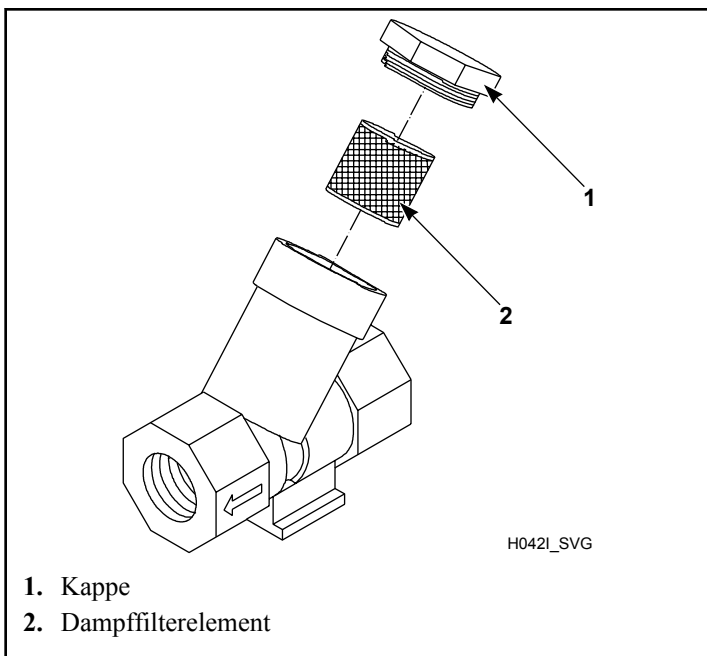

Abbildung 52
3. Vom Kunden bereitgestellten Dampffilter reinigen (falls erforderlich). Siehe *Abbildung 52*.